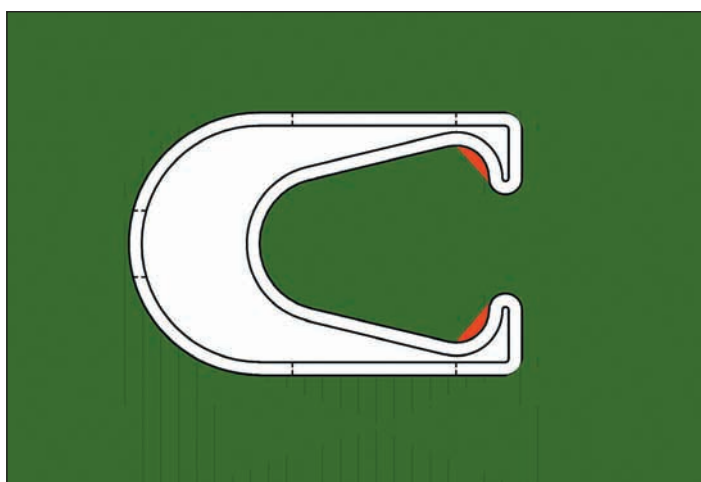

Рис. 12
- значительное сокращение числа «мертвых зон» (рис. 12);